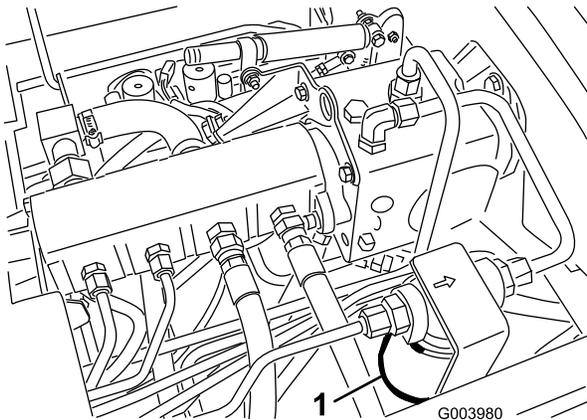
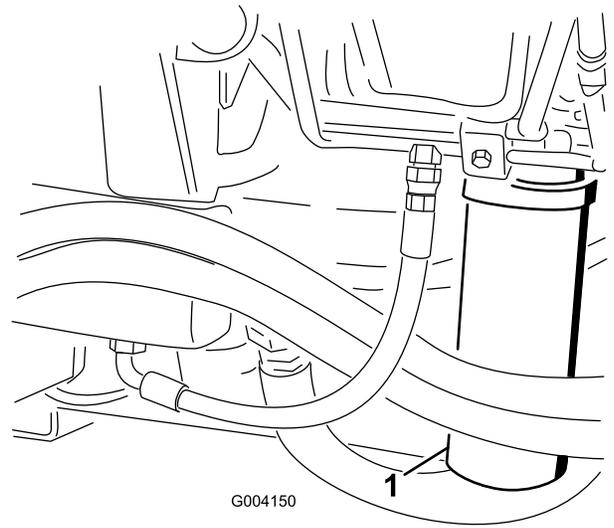

图69
图70
2. 清洁过滤器安装区域的周围，并在过滤器下面放置一个放油盘（图69）和（图70）。